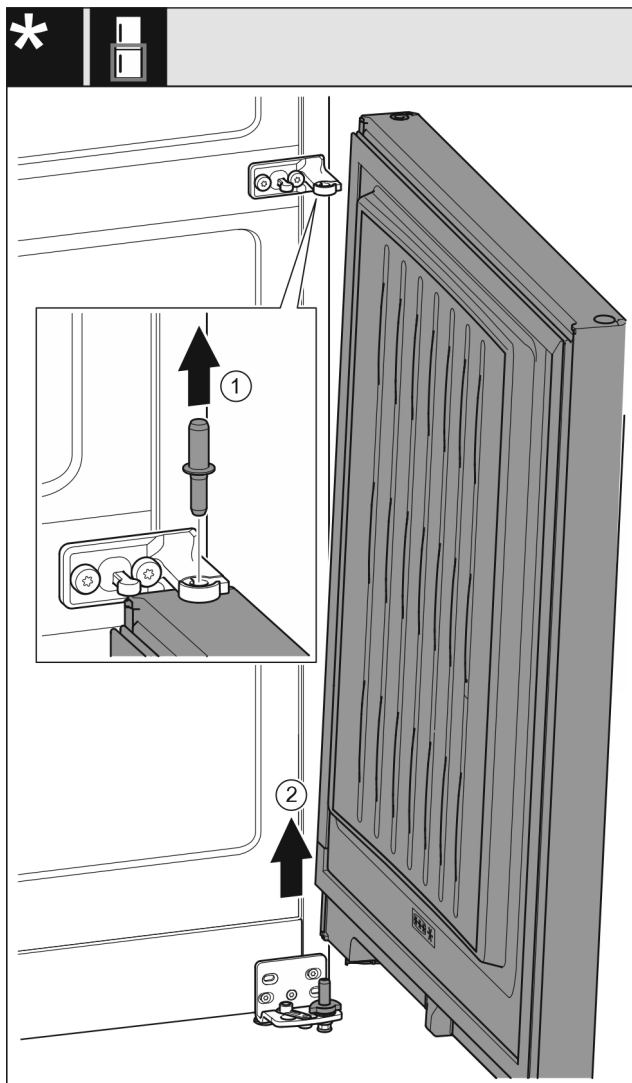

Fig. 9
- ▶ Витягніть штифт Fig. 9 (1) угору.
- ▶ Відкрийте дверцята Fig. 9 (2), потягніть їх угору та відкладіть убік.